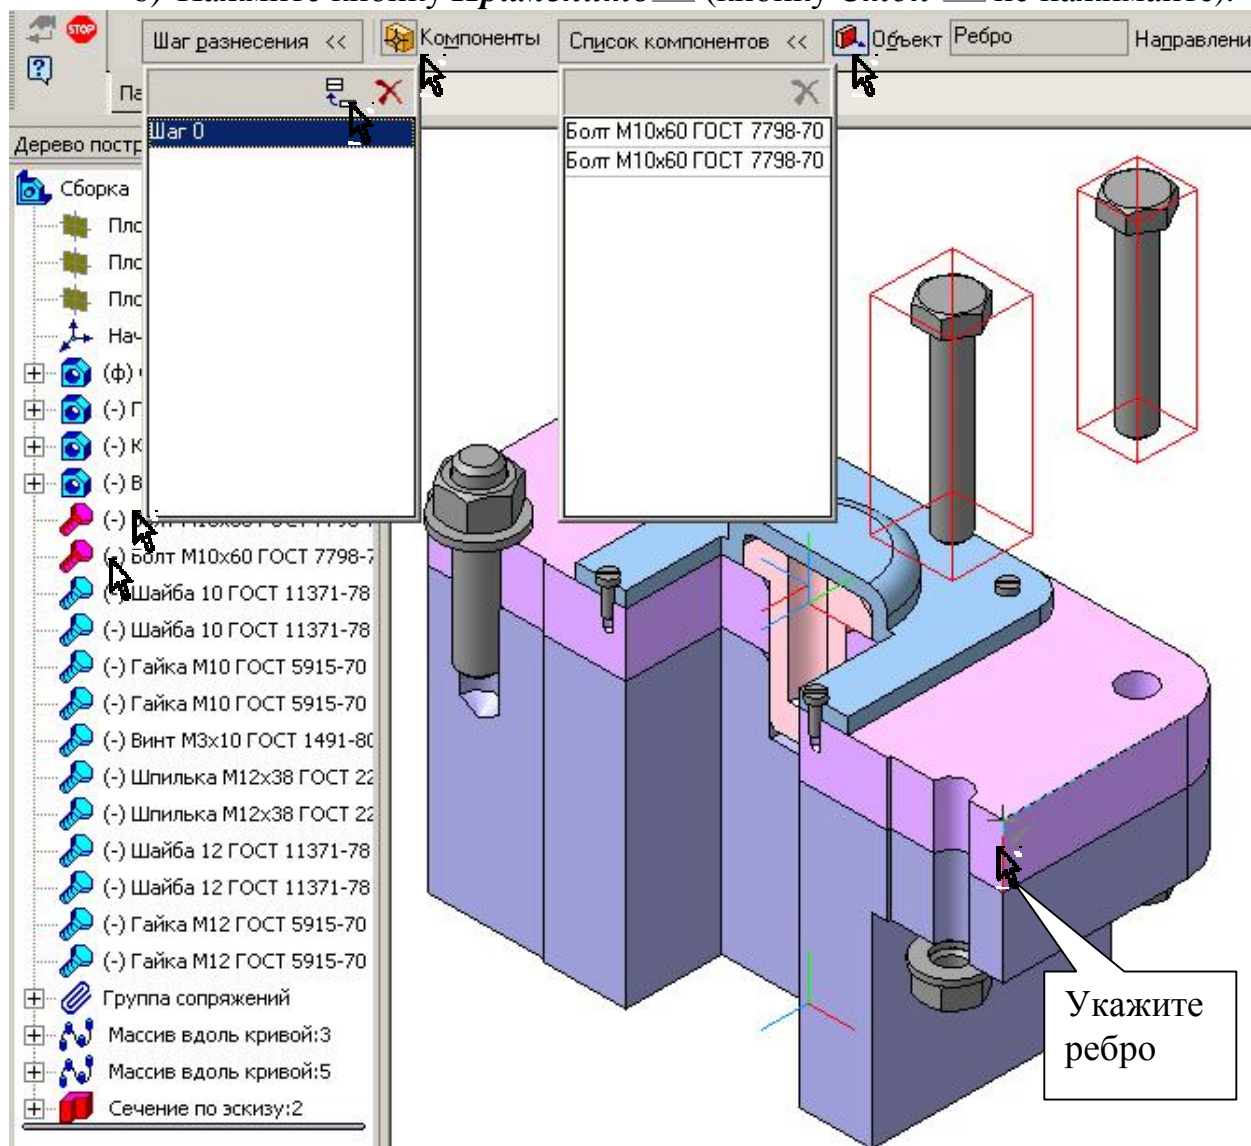

Рис. 100
- 2) В строке параметров раскройте панель **Шаг разнесения** и нажмите кнопку **Добавить** , рис. 100.